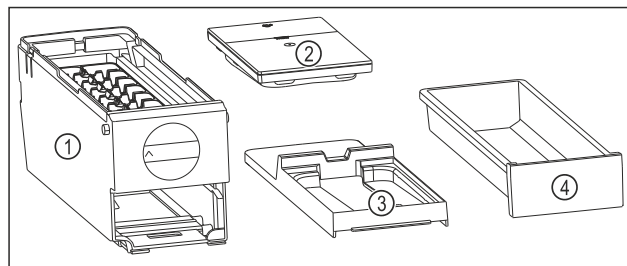

Fig. 84 Dele af EasyTwist-Ice
- ▷ EasyTwist-Ice er adskilt i fire dele. (se Fig. 84)
- ▶ EasyTwist-Ice må kun adskilles i de afbildede dele. (se Fig. 84)
- ▶ Rengør EasyTwist-Ice-legemet Fig. 84 (1) som en helhed.